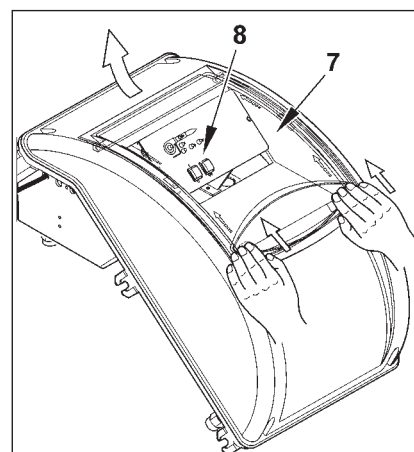

Fig. 4
- 4) Pour refermer le couvercle du tableau électrique, visser les 4 vis (1) en exerçant un couple de serrage (1) d'environ 5 Nm pour assurer une étanchéité correcte. Maintenant, pour accéder au tableau de commande (8) décrocher la porte transparente (7), en exerçant une légère pression avec les mains en direction des flèches de la figure 4, en le faisant glisser pour une courte distance et le séparer du couvercle.